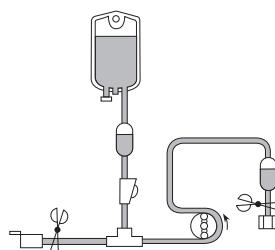

Fig.1 / Abb. 1 / Εικ. 1
- Vul de arteriële bloedlijn met fysiologische zoutoplossing, eerst de kant van de verbinding met de vasculaire toegang en vervolgens de kant van de verbinding met de dialysator. Klem beide uiteinden van de arteriële slang vast. (Fig. 1)